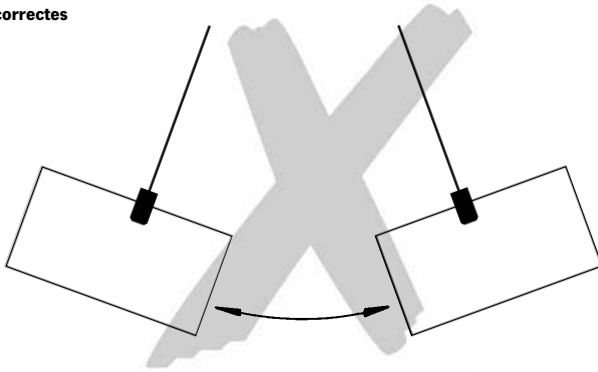

Fig. 1
- Lors du transport de la charge, vérifier qu'elle ne se balance pas (Fig. 1) et qu'elle ne rentre pas en contact avec d'autres objets.